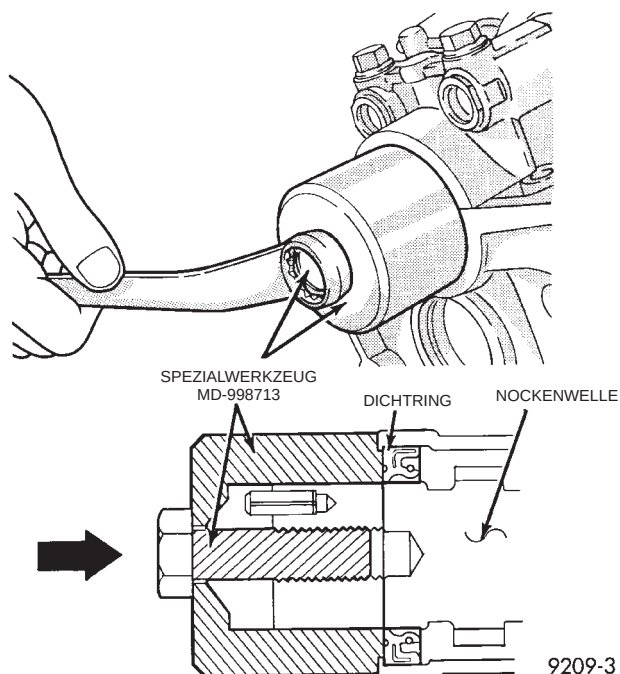
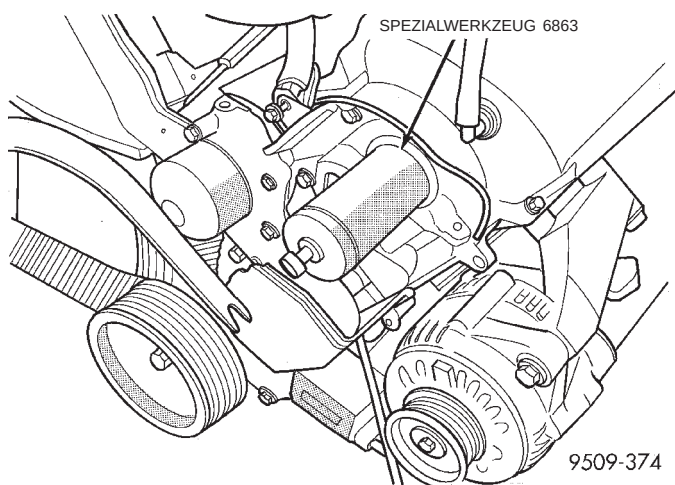

Abb. 60 Rechter Zylinderkopf—Einbau des Nockenwellendichtrings
Abb. 61 Linker Zylinderkopf—Einbau des Nockenwellendichtrings
(1) Dichtlippe des Nockenwellendichtrings leicht einölen.
(2) Dichtring mit Spezialwerkzeug MD998713 oder 6863 einbauen (Abb. 60) and (Abb. 61).